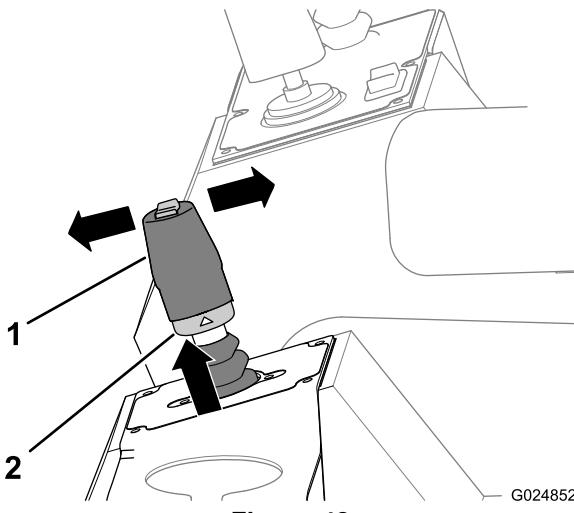

Figura 42
- Tire hacia arriba del anillo de bloqueo situado en la base del joystick (Figura 42).